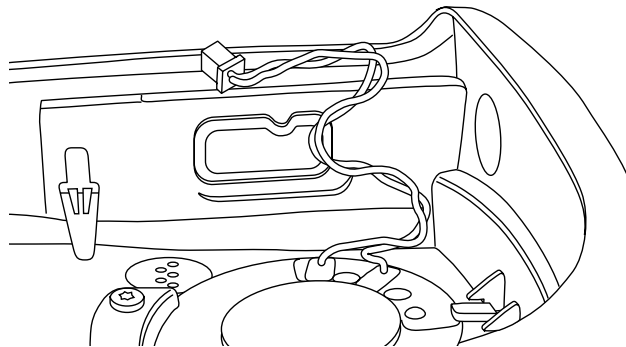

Abb. 2-11 Drähte "M"-förmig biegen
- a. Legen Sie die Drähte "M"-förmig aus, so dass sie sich zusammenfallen können und vollständig in der oberen Ecke des Funkgeräts abseits der Abschirmungen liegen. Biegen Sie die Drähte dazu dreimal im Abstand von etwa 1 cm "M"-förmig (Abb. 2-11).
- b. Biegen Sie die Drähte vom Lautsprecher nach oben gehend, so dass sie in Richtung des oberen Endes des Funkgeräts zeigen (Abb. 2-11).